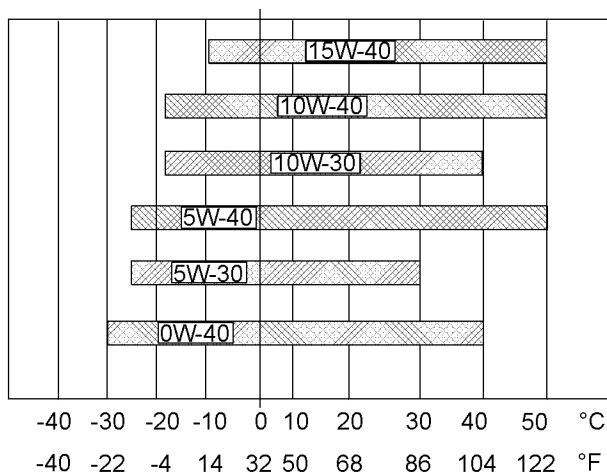

Abbildung 31
Informationen zur Bestimmung der erforderlichen Ölviskosität beim Starten eines kalten Motors sind der Abbildung 31 (Tiefsttemperatur) zu entnehmen.
Zur Bestimmung der notwendigen Ölviskosität für den Motorbetrieb bei der höchsten zu erwartenden Umgebungstemperatur siehe Abbildung 31 (maximale Temperatur).
- Siehe die entsprechenden Schmierstoffviskositäten. Siehe die entsprechende Abbildung 31, um den richtigen Viskositätsgrad für den Motor zu bestimmen.